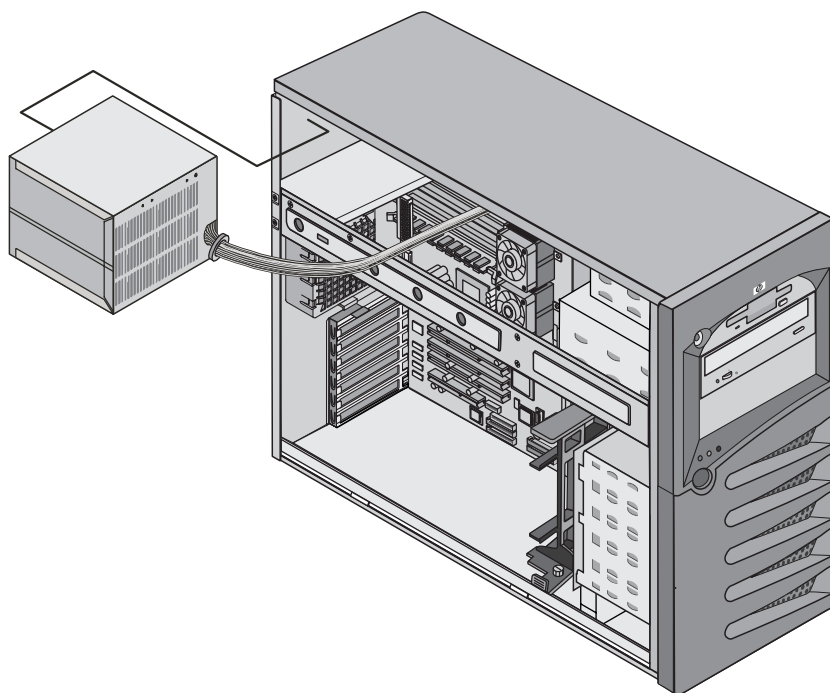

图 5-2：取出电源
9. 拧下将电源固定在机箱上的四颗螺钉。这些螺钉位于机箱的背面。请参阅图 5-2。